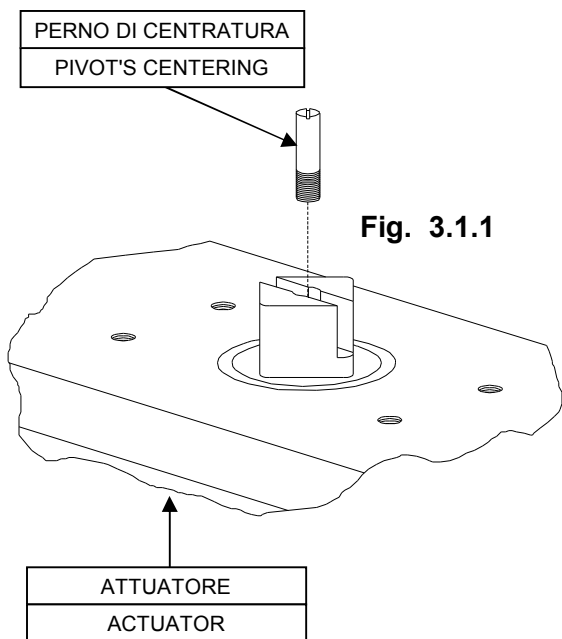

Fig. 3.1.1
1. Avvitare il perno di centratura del posizionatore nel perno dell'attuatore (Fig.3.1.1).
1. Place the positioner pivot in the actuator pivot (see Fig.3.1.1).
3. Screw down the mounting bracket to the actuator by the locking screws M5 as per Fig. 3.1.1